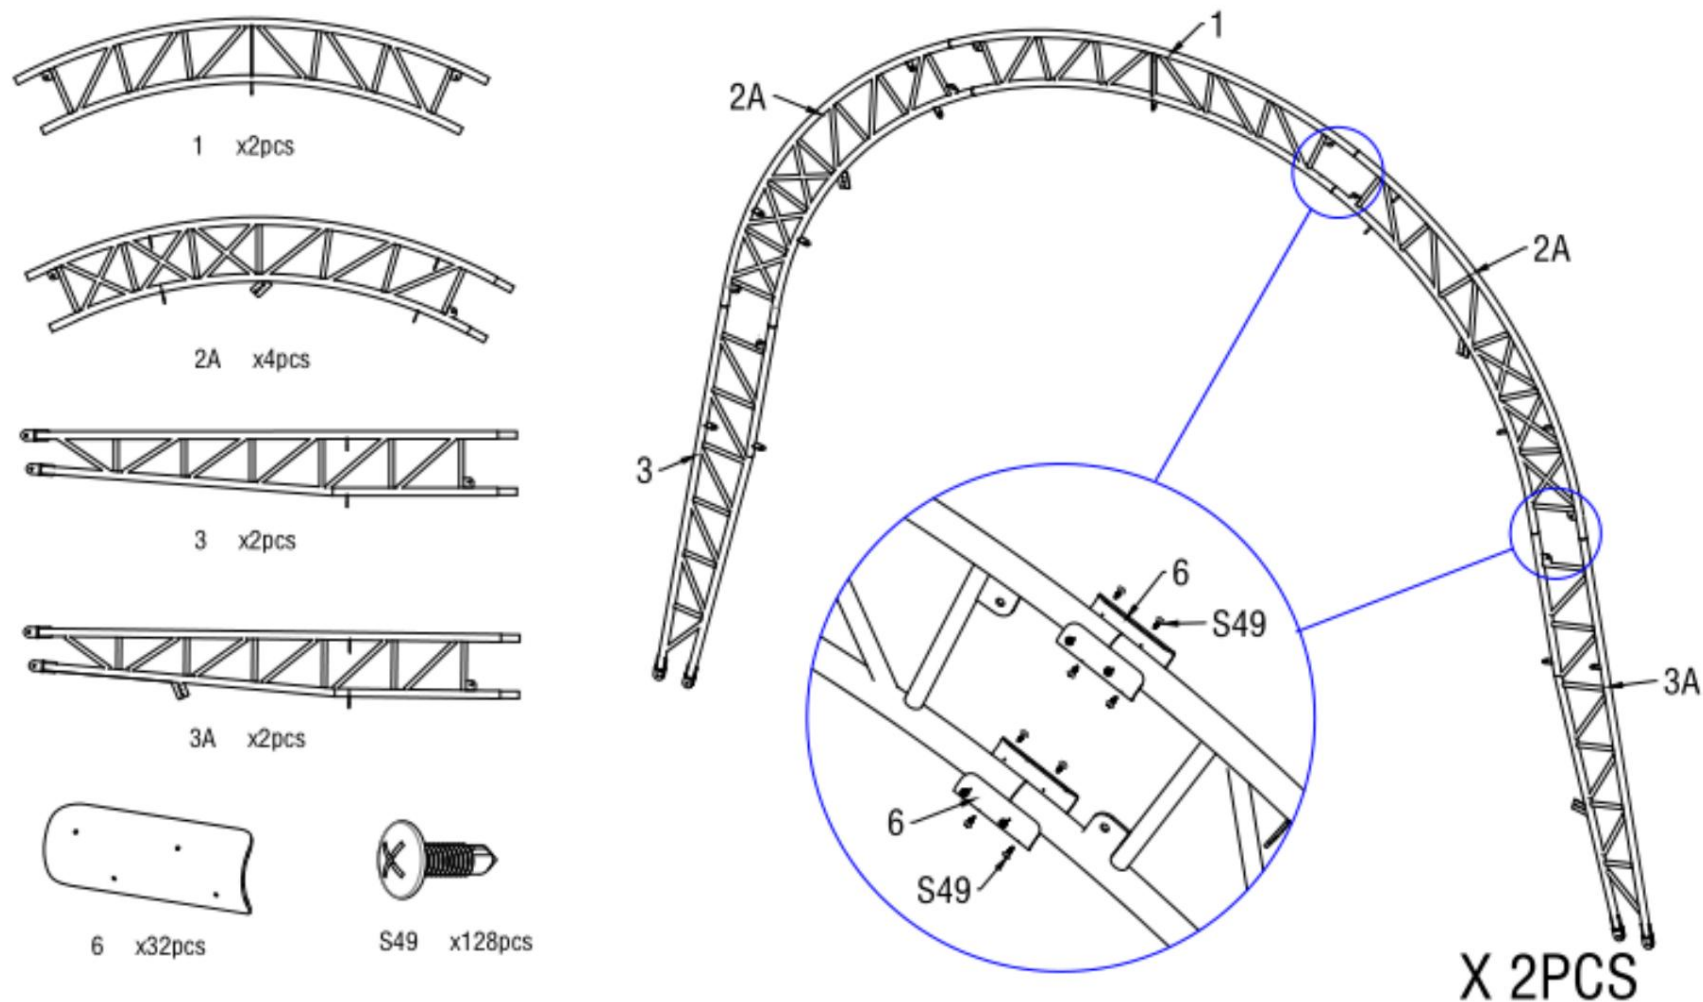

Figure 3
1. Comme le montre la figure 3, trouvez un tube de toit supérieur (n° 1), deux tubes courbés supérieurs de toit dans les portes avant et arrière (n° 2A), deux tubes courbés centraux de toit dans les portes avant et arrière (n° 3A), un tube courbé inférieur dans les portes avant et arrière (4A), un tube courbé inférieur (4) et assemblez le premier groupe et le dernier groupe d'arches avec la vis M4x16 (n° S49). N'installez pas la vis sur le dessus de la ferme où reposera la toile.